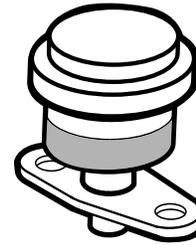

Figure 39
Faites l'entretien du préfiltre du filtre à air uniquement quand l'indicateur de colmatage (Figure 39) indique que cela est nécessaire. Changer le filtre à air prématurément ne fait qu'accroître le risque de contamination du moteur par des impuretés quand le filtre est déposé.
1. Contrôlez l'indicateur de colmatage du filtre. Si l'indicateur est rouge, remplacez le filtre à air (Figure 39).